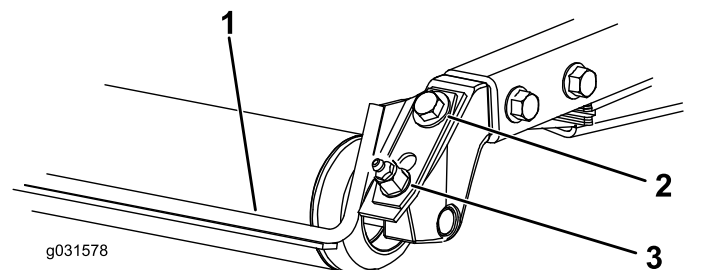

Bild 8
1. Lösen Sie die Schmiernippel und Befestigungsschraube (**Bild 8**).